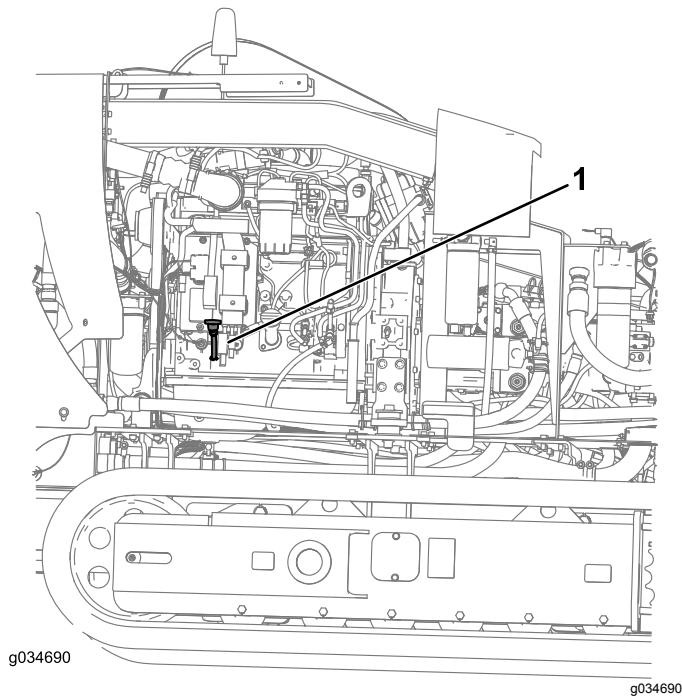

Figura 91
3. Retire la varilla (Figura 91) y límpiela con un trapo.